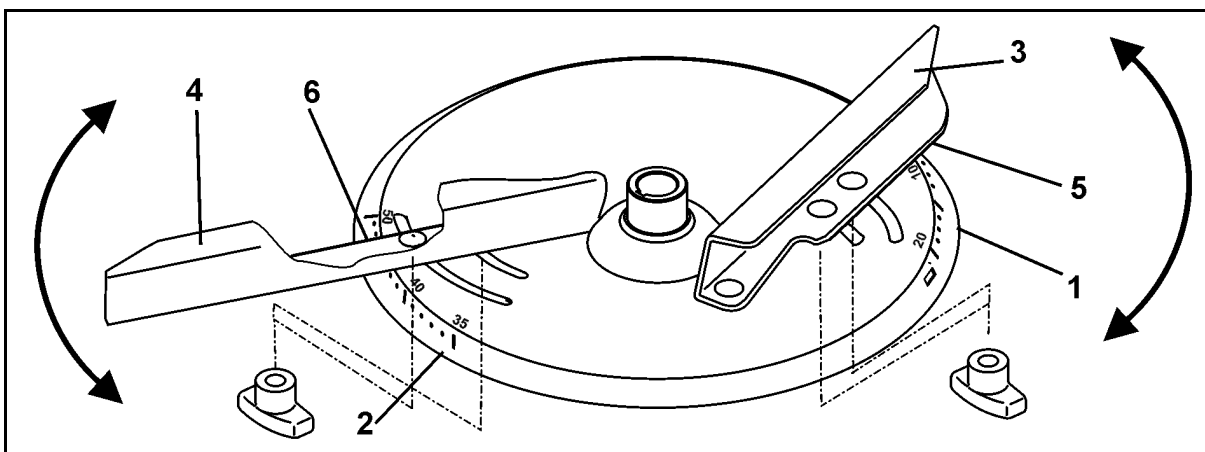

Fig. 61
Pentru reglarea exactă și fără scule a poziției fiecărei paleti, pe fiecare disc de împrăștiere sunt amplasate două scale diferite, fără posibilitate de confuzie (Fig. 61/1 și Fig. 61/2).
- Paletelor de împrăștiere mai scurte (Fig. 61/3) îi este atribuită scala (Fig. 61/1) cu valori între 5 și 28, iar paletelor de împrăștiere mai lungi (Fig. 61/4), scala (Fig. 61/2) cu valorile între 35 și 55.
- o Pentru paleta de împrăștiere scurtă (Fig. 61/3) citiți valoarea de reglare pe muchia de citire (Fig. 61/5).
- o Pentru paleta de împrăștiere lungă (Fig. 61/4) citiți valoarea de reglare pe muchia de citire (Fig. 61/6).
- Rabatarea paletelor de împrăștiere la o valoare numerică mai mare pe scala (Fig. 61/1 resp. Fig. 61/2) va avea ca efect o mărire a lățimii de lucru.